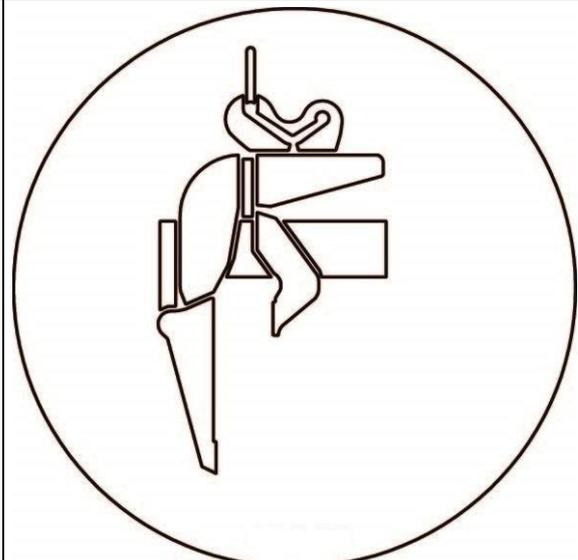

Bild B1 (Position Leerhub)
- Danach das geöffnete (arretierte) Gerät (WEZ) mit dem verschiebbaren Greifbacken (9) am Querholm mit Verstelllöcher (10) die kleinstmögliche Greifweite einstellen.
- Hierzu Klappstecker (A) öffnen und dann Steckbolzen (B) entnehmen und nach erfolgter Greifbereichseinstellung wieder einstecken u. mit Klappstecker (A) sichern. → siehe Bild A
- Vor dem Anheben des bloßen Gerätes (WEZ ohne Greifgut) ist darauf zu achten, dass die Wechselautomatik (4) eingerastet ist und das Gerät somit geöffnet bleibt.
WICHTIG: die Einhängeöse (1) muss sich in der **hinteren** Position (siehe Bild B1 „Leerhub“) der Aufhängelasche (2) befinden. → Bild B/Bild B1